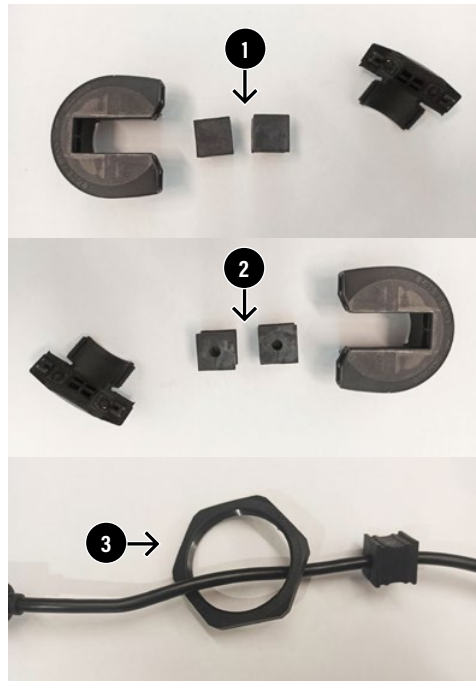

Fig. 18
2. Smontare il pressacavo icotek e rimuovere i gommini di chiusura (n.1 di Fig. 18).
3. Inserire la ghiera di fissaggio (n.3 di Fig. 18) e il gommino di chiusura (n.2 di Fig. 18) sul cavo dell'alimentatore.